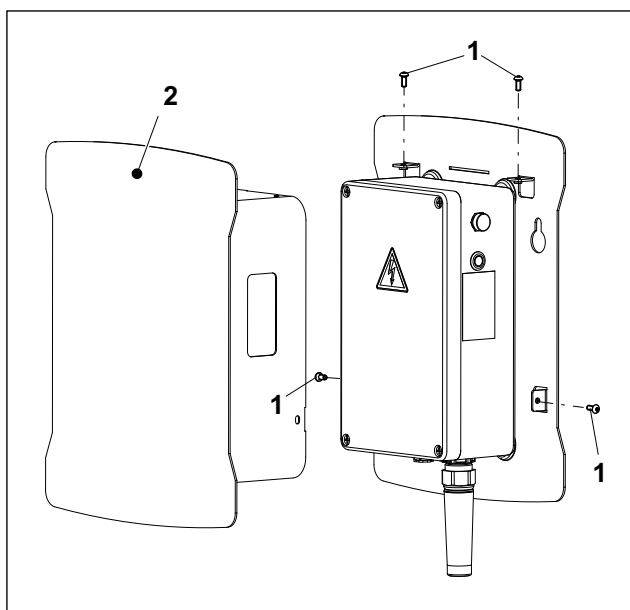

Abb. 7 Wallbox basicEVO mit Abdeckhaube
10. Die Abdeckhaube (Abb. 7/2) aufsetzen und mit den vier Schrauben M4x10 (Abb. 7/1) festziehen (1,8 Nm). Die vier Schrauben sind Beipackzubehör.